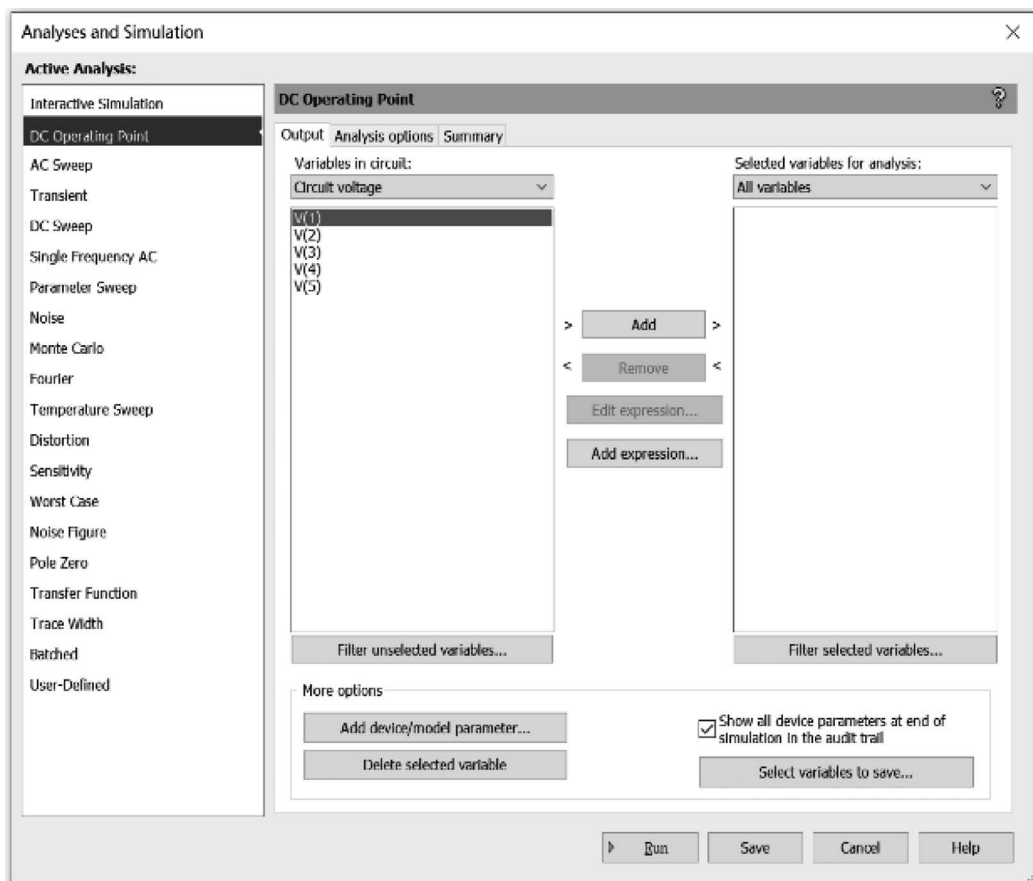

图 5.2.3 DC Operating Point 对话框 Output 选项卡
(3) 单击 Simulate/Analyses and Simulation/DC Operating Point 命令,在 Output/Variables in circuit 下显示电路中所有节点标志和电源支路的标志如图 5.2.3 所示。